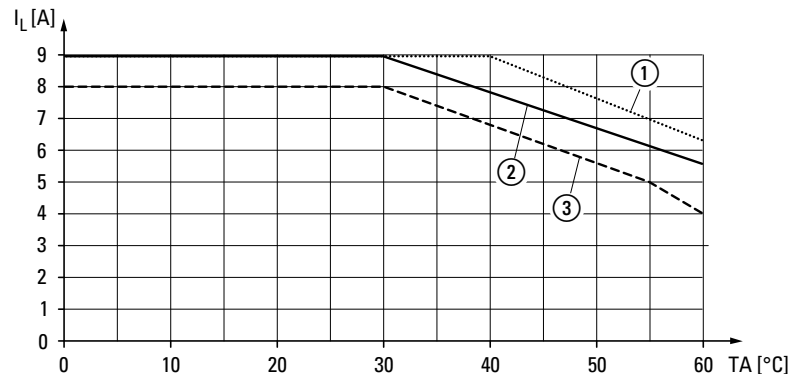

Abbildung 56: Deratingkurve Bemessungsbetriebsstrom
- ▶ Ermitteln Sie den maximalen Bemessungsbetriebsstrom für die maximal auftretende Umgebungstemperatur und in Abhängigkeit der gewählten Einbausituation des elektronischen Motorstarters → Abbildung 56.